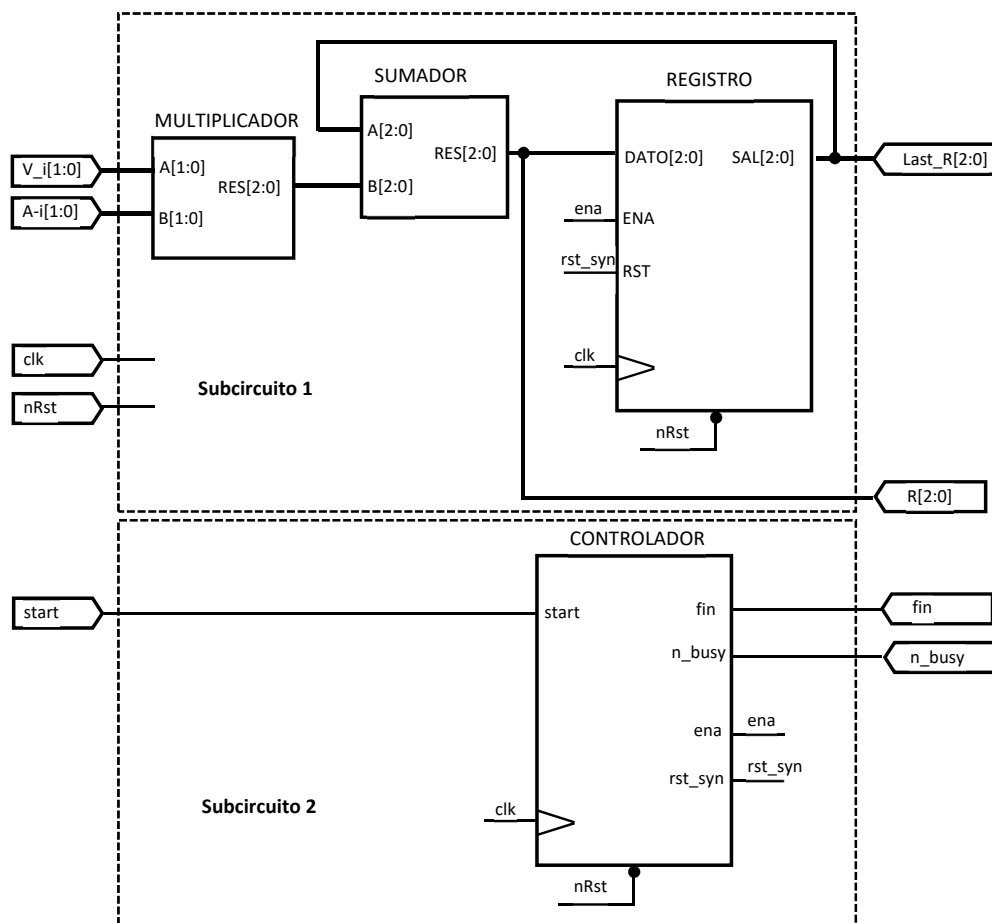
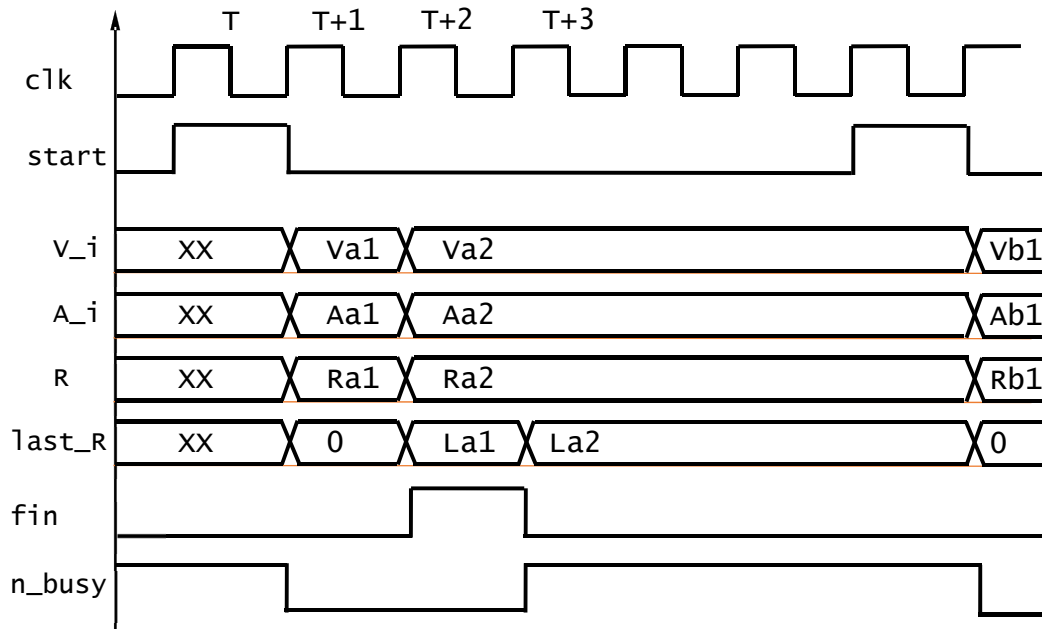

Figura 1
Figura 2
- a) Observe el subcircuito 1 en la figura 1. Este subcircuito contiene un acumulador que debe totalizar la suma del producto de dos números en complemento a 2 de dos bits, V_i y A_i , durante dos periodos consecutivos de reloj, es decir:
- b) Observe ahora el subcircuito 2 en la figura 1. Este subcircuito corresponde a un autómata que controla la operación del subcircuito 1. Funciona de la forma ilustrada en la figura 2:
Realice el modelo VHDL del circuito completo de la figura 1; para ello copie los procesos que modelan el circuito del apartado anterior en el nuevo cuerpo de arquitectura junto a los procesos necesarios para modelar el autómata de control. (3 puntos)(35 minutos)